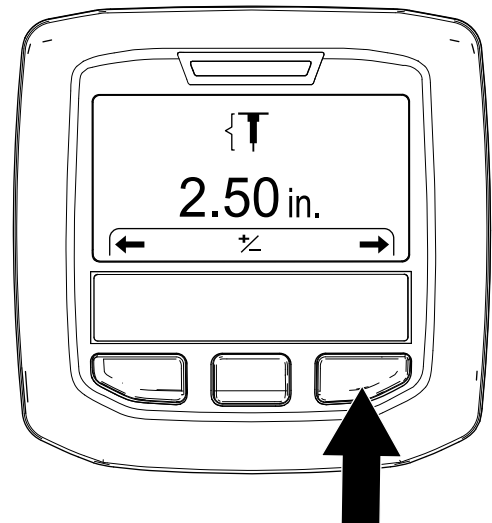

Figura 47
3. Pulse el botón derecho del InfoCenter para mostrar la pantalla Setting the Hole Depth (Ajuste de la profundidad de las perforaciones) (Figura 47).